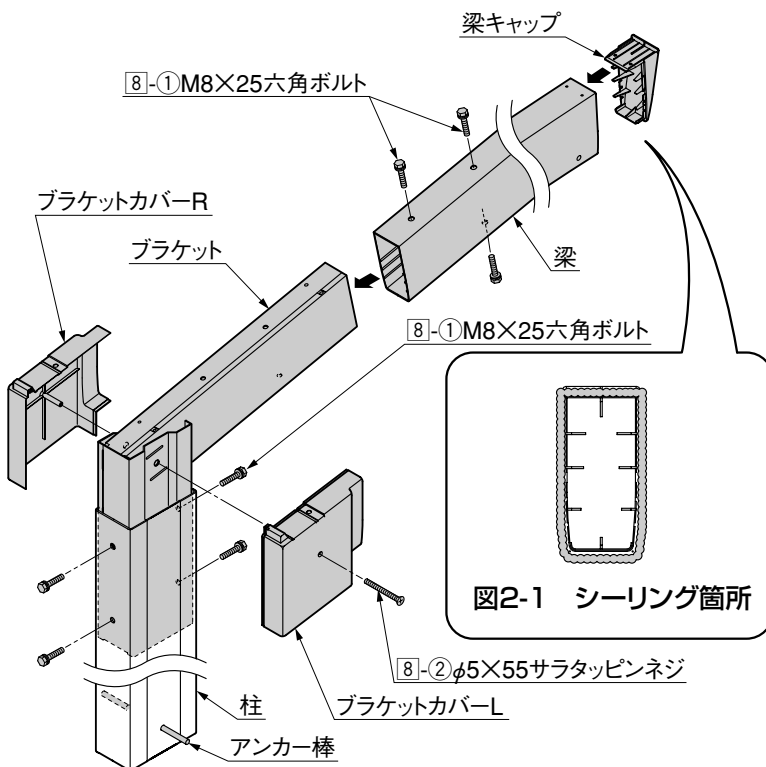

図2-1 シーリング箇所
- 梁キャップにシーリング材を充てんして、梁に取付けてください。(図2-1参照)
- 指定の箇所にシーリングしてください。(図2-1参照)